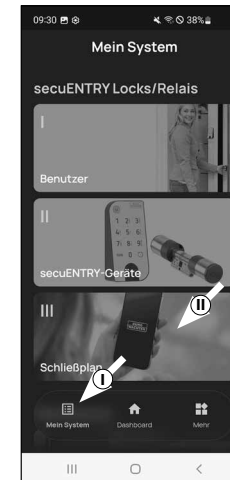

Fig. 1
2 Aprire il menu "Mein System" (Il mio menu) (I) (Fig. 1).
3 Selezionare la terza voce del menu "III - Schließplan" (III - Piano di chiusura) (II) (Fig. 1).